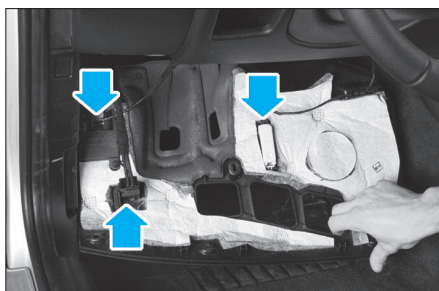

Fig. 47
- Abaisser la garniture de pédalier pour débrancher tous les connecteurs visibles puis la déposer (Fig.47).